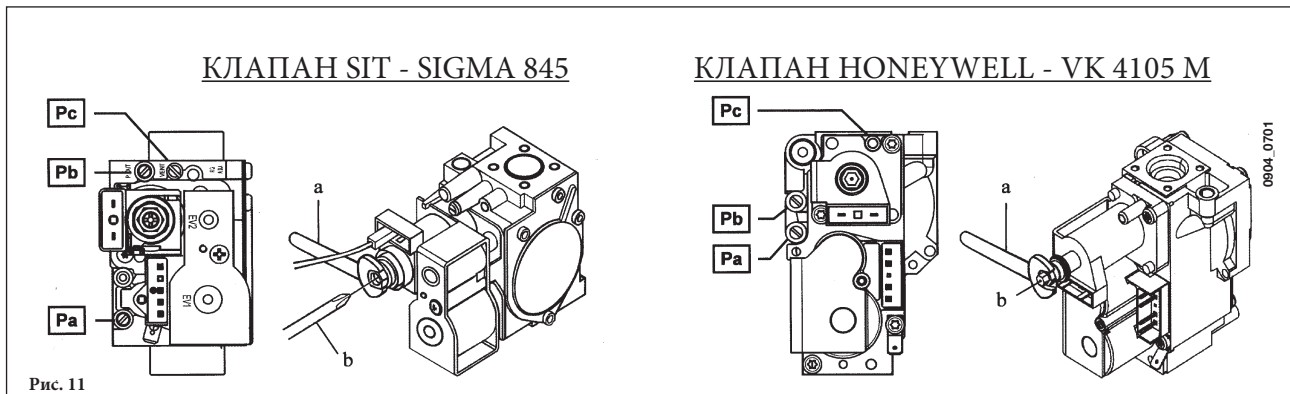

Рис. 11
Действия по калибровке регулятора давления могут различаться в зависимости от типа используемого в агрегате газового клапана (HONEYWELL or SIT; см. рис.11).
- подсоедините положительный вход дифференциального манометра (возможно использование водяного манометра) к контрольной точке газового клапана (**Pb**) (см. рис.11); подсоедините (только для котлов с герметичной камерой сгорания) отрицательный вход манометра к тройнику "Т", объединяющему регулировочный выпускной канал котла, регулировочный канал клапана (**Pc**) и собственно манометр. Это же измерение можно провести путём подсоединения манометра к контрольной точке (**Pb**) после снятия передней панели котла с герметичной камерой;
- убедитесь, что динамическое давление подачи газа, измеренное в контрольной точке на входе клапана (**Pa**) (см. рис.11), соответствует норме (**37 мбар** для пропана **G.31**, **20 мбар** для природного газа **G20**);